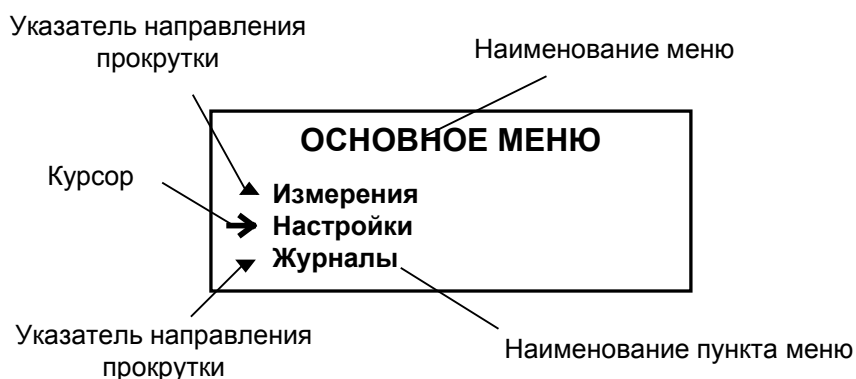

Рис.1. Вид индикации меню.
1.1.3. Вид индикации на жидкокристаллическом индикаторе (ЖКИ) блока ИВК-103 приведен на рис.1.
При переходе в меню (окно) нижнего уровня курсор устанавливается напротив первого пункта меню (параметра) вместо верхнего указателя направления прокрутки. После начала прокрутки списка курсор устанавливается между верхним и нижним указателями направления прокрутки (рис.1). При достижении последнего (первого) пункта меню из списка курсор перемещается на место нижнего (верхнего) указателя прокрутки.